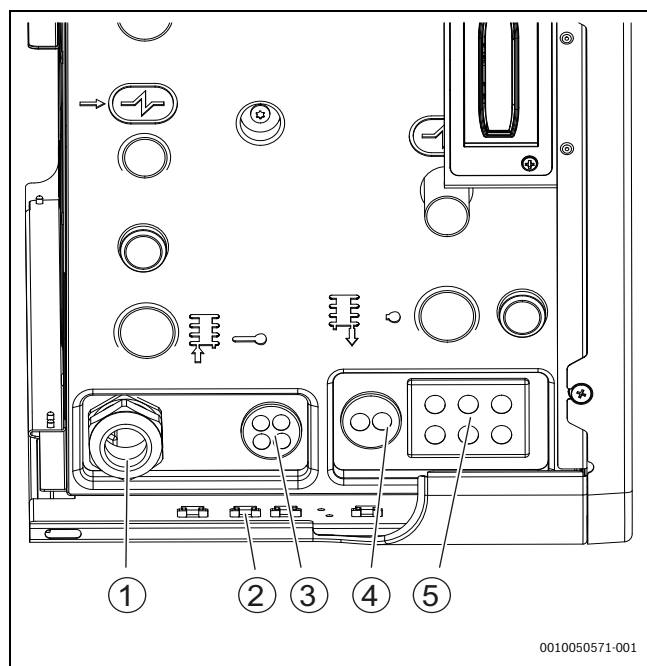
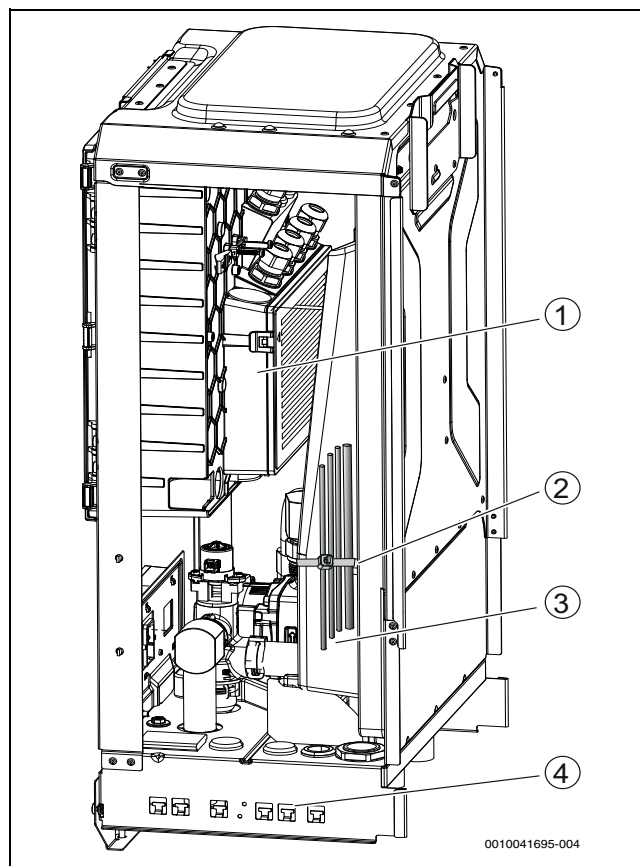

Fig. 31 Entrées de câbles vers l'unité intérieure
Fig. 32 Chemin de câbles
- Faire passer les câbles de raccordement sur les presse-câbles situés à l'arrière de l'unité intérieure. Voir la figure 31 pour l'ordre correct des câbles.
- Fixer les câbles avec des attaches de câbles sur les points de fixation (→ Figure 31 [3], figure 32 [2], [4]). Éviter de croiser les câbles.
- Acheminer et fixer les câbles dans l'unité intérieure (→ Figure 32).
- Après l'insertion des câbles, serrer le presse-étoupe de câbles (→ Figure 31 [1]).